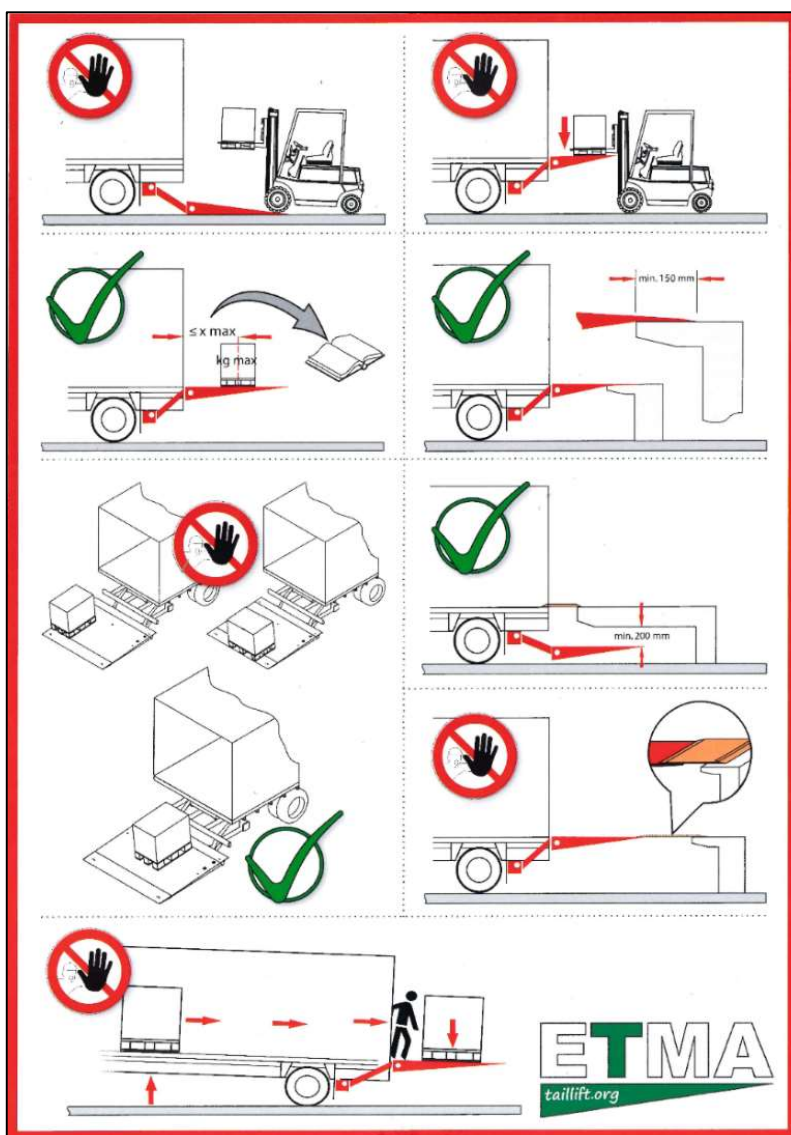

Abbildung 42
6. Die Informationsaufkleber (Abbildung 42) in der Nähe der Bedienelemente anbringen, die für den Bediener direkt sichtbar sind.